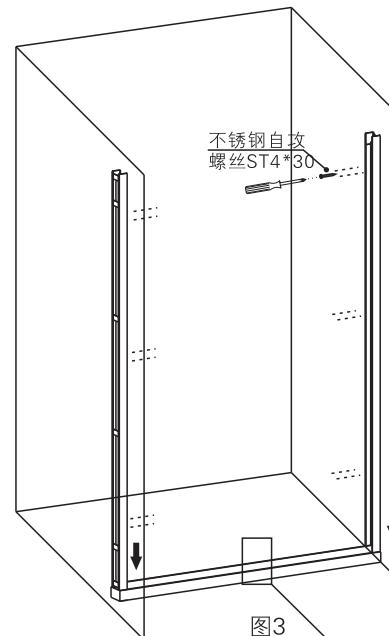
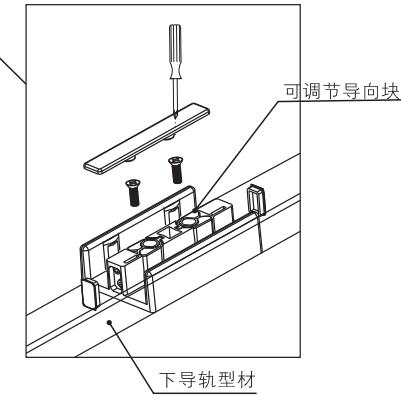

图3
图3-1
4. 先将与“可调节导向块”与“下导轨”用螺丝固定(如图3-1所示),之后将下导轨放在石基上,再将左右两根“边柱型材”卡入下导轨,最后用ST4*30螺丝固定(如图3所示)。